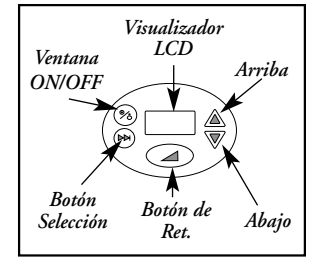

Figura 5
1. Teclado/Visualizador LCD (ver **Figura 5** para definición de símbolo LCD)
- Remítase a la **Figura 5** para definiciones de símbolos LCD.